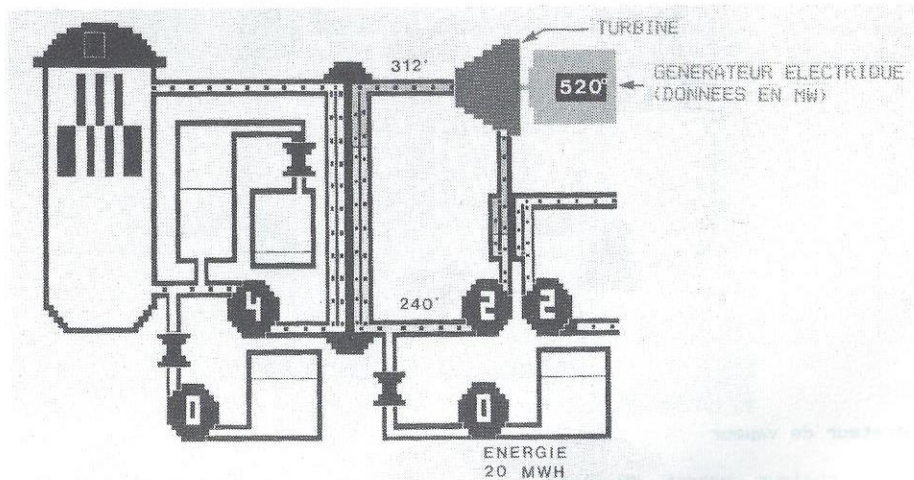

Figure 7 - Turbine et générateur électrique
Une turbine est un énorme ventilateur composé de multiples pales. La turbine est mise en mouvement par la poussée de la vapeur venant du générateur et par la dépression que crée le condenseur. La turbine fait donc tourner un générateur électrique représenté par un rectangle vert (Figure 7); le chiffre affiché représente la puissance instantanée sortant du générateur en mégawatts (MW). L'énergie totale produite depuis le départ de la centrale est indiquée dans le coin, en bas, à droite de l'écran. Cette énergie est mesurée en mégawatts heure (MWH).